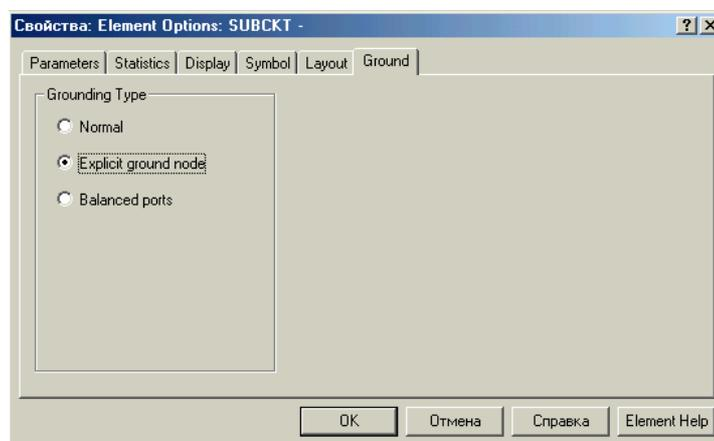

Рис. 4.6. Установка типа вывода заземления
2. Выберите закладку **Ground** (рис. 4.6).